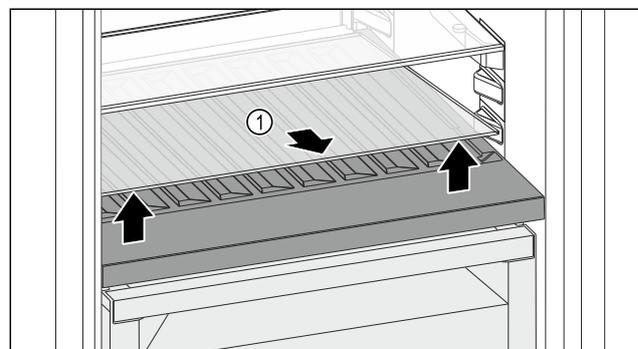

Fig. 96
- ▶ Glasplatte Fig. 96 (1) an der Aussparung vorne anheben und herausnehmen.
- ▶ Glasplatte Fig. 96 (1) außerhalb des Geräts sicher aufbewahren.